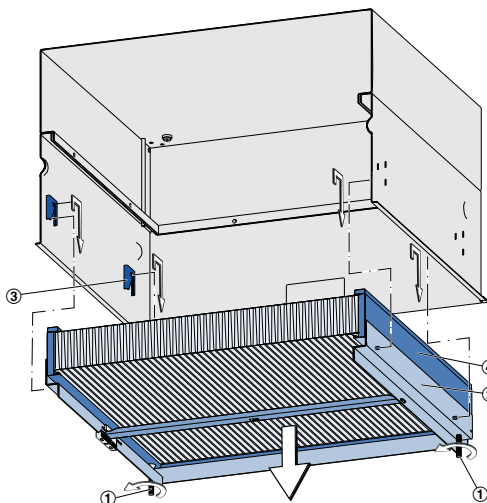

Fig. 12 : Remplacement de filtre
2. ▶ Retirer le cadre de serrage. Pour y parvenir, desserrer les quatre vis de serrage (Fig. 12 /1) (clé Allen 4). Retirer le mécanisme de serrage (Fig. 12 /2) des pattes en le soulevant (Fig. 12 /3). Puis le retirer vers le bas.
3. ▶ Retirer le filtre rempli de poussière (Fig. 12 /4) du cadre de serrage, le mettre dans un sac en plastique avant de le jeter ; voir ☞ « Mise au rebut » à la page 15.